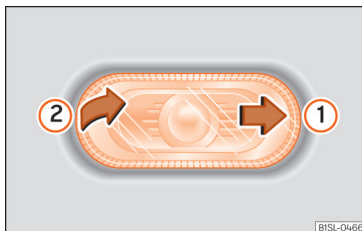

Abb. 93 Seitliche Blinkleuchte ausbauen.
1. Mit einer Hand die seitliche Blinkleuchte nach hinten schieben »» **Abb. 93 1**.